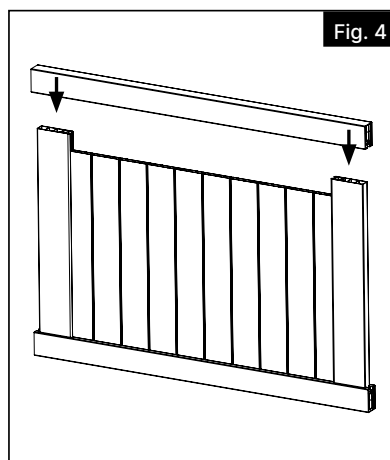

Fig. 4
- Agregue cemento vinílico en el segundo montante e instálelo como se indica (Fig. 4).